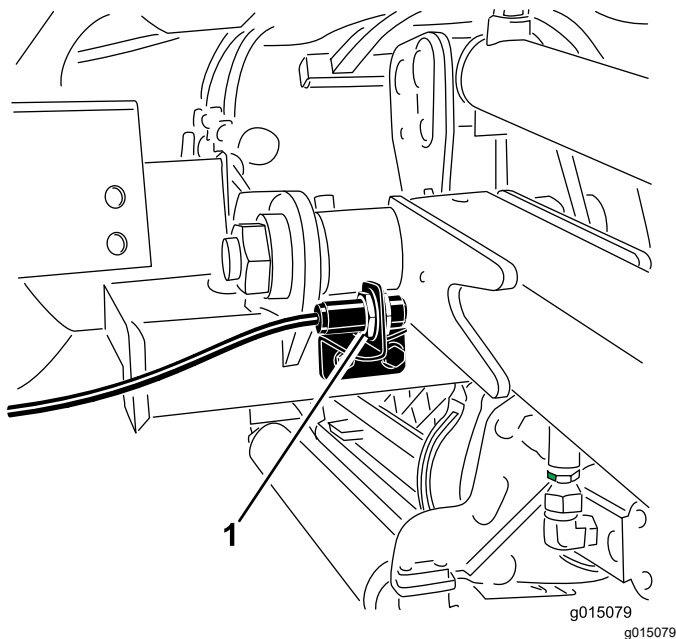

Рисунок 41
2. Переключатель подъемного рычага расположен позади переднего правого подъемного рычага (Рисунок 41).
3. Ослабьте крепежные винты переключателя (Рисунок 41) и переместите переключатель вверх, чтобы увеличить высоту поворота подъемного рычага, или переместите переключатель вниз, чтобы уменьшить высоту поворота подъемного рычага.